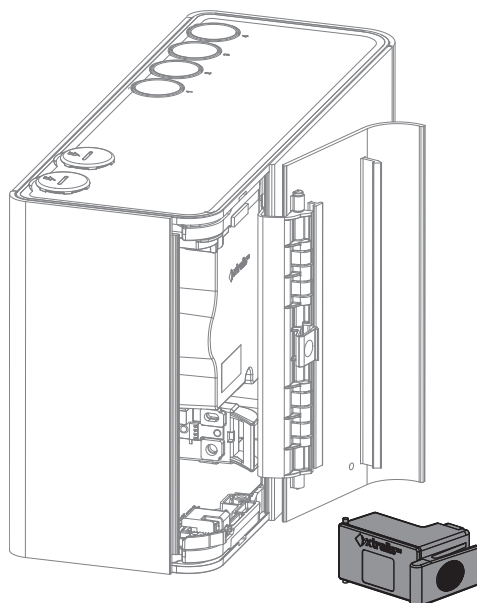

Рис. 7-4: Извлеките фильтр
4. Вытащите фильтр из корпуса извещателя (Рис. 7-4).